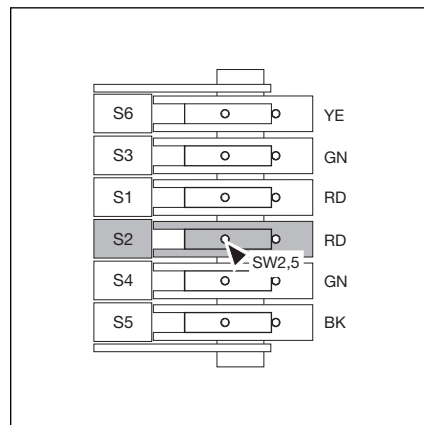

Рис. 6-51: Фиксирование кулачков
2. Удерживая неподвижный контактный кулачок в этом положении, затяните расположенный посередине резьбовой стержень (SW 2,5) (рис. 6-51).